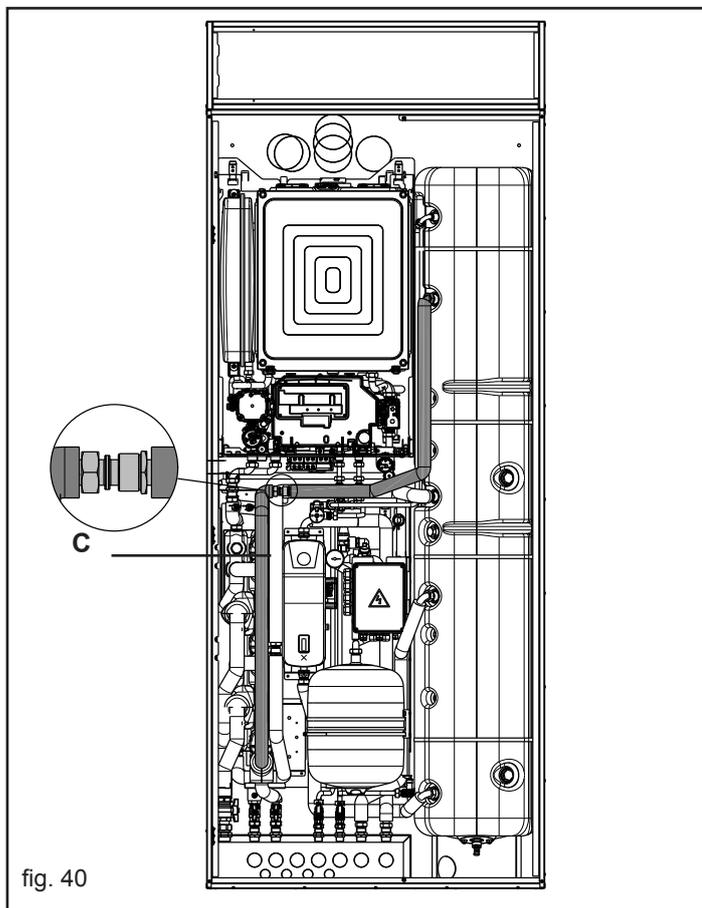

fig. 40
- La rampa di mandata (fig. 40 - C) è costituita da due pezzi e deve essere collegata all'ingresso del serpentino superiore ed alla valvola deviatrice posizionata nella parte bassa del Gruppo di distribuzione.